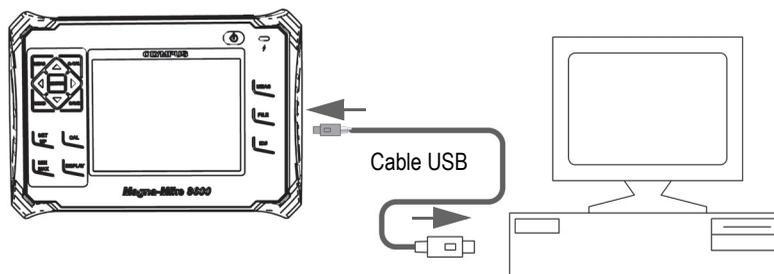

Figura 8-2 Conexión del Magna-Mike 8600 al PC
7. Conecte el extremo del cable USB al puerto conector detrás de la tapa del compartimiento de E/S del Magna-Mike 8600; luego, conecte el otro extremo al puerto USB del PC (ver la Figura 8-2 en la página 157).